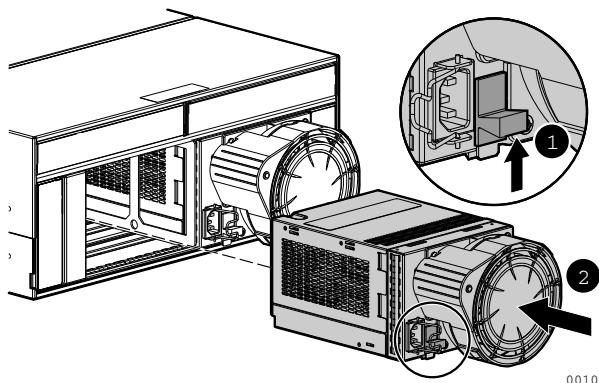

図 5. 電源装置のインストール
1. モジュールのラッチ(1、図 5)を押し上げ、電源装置をエンクロージャ内にスライドさせ、しっかりと挿入します。